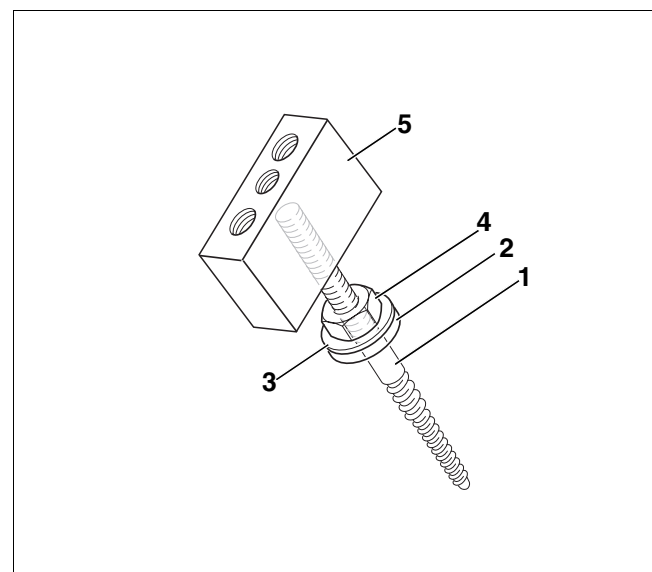

Fig. 4 Sequência da montagem das varas roscadas
- Coloque as varas roscadas conforme indicado na Fig. 4. Observe a sequência correcta das peças durante a montagem.
- Fixe e gire o bloco de apoio (Fig. 4, **Item 5**) sobre a vara roscada até ao encosto (Fig. 4, **Item 1**).